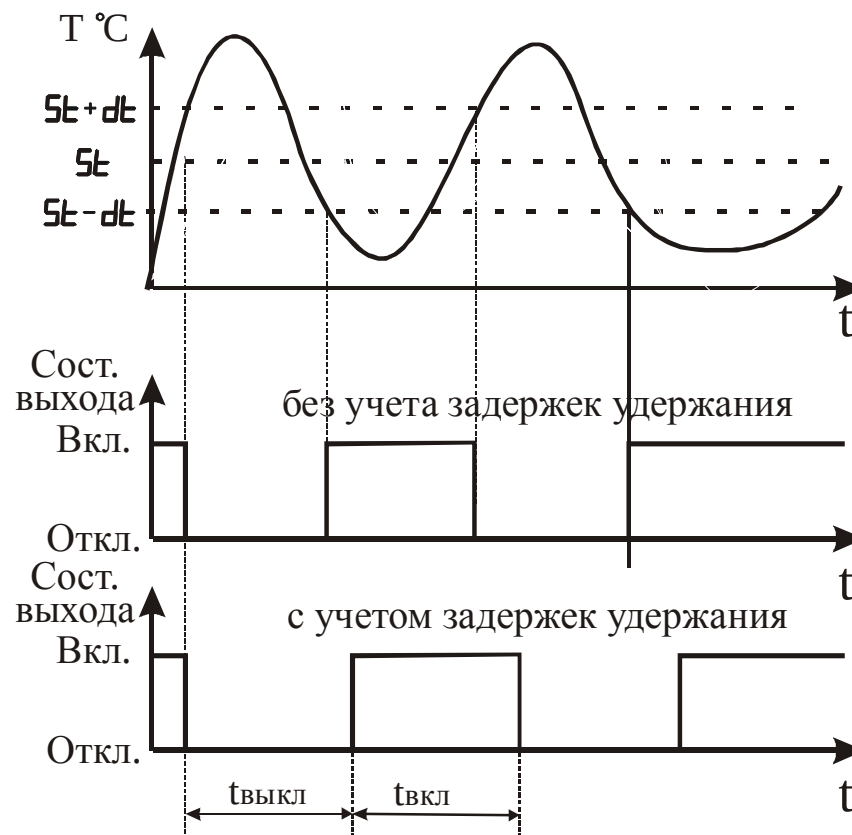

Рисунок 3.18 – Влияние параметров “Удержание замкнутым выходного устройства” и “Удержание разомкнутым выходного устройства” на состояние выходного устройства
3.3.3.9 Параметры “Удержание замкнутым выходного устройства” и “Удержание разомкнутым выходного устройства” задают минимальное время удержания выходного устройства в замкнутом и разомкнутом состоянии. Прибор удерживает выходное устройство в соответствующем состоянии в течение заданного времени, если даже по логике работы прибора должно произойти переключение (см. рисунок 3.18).